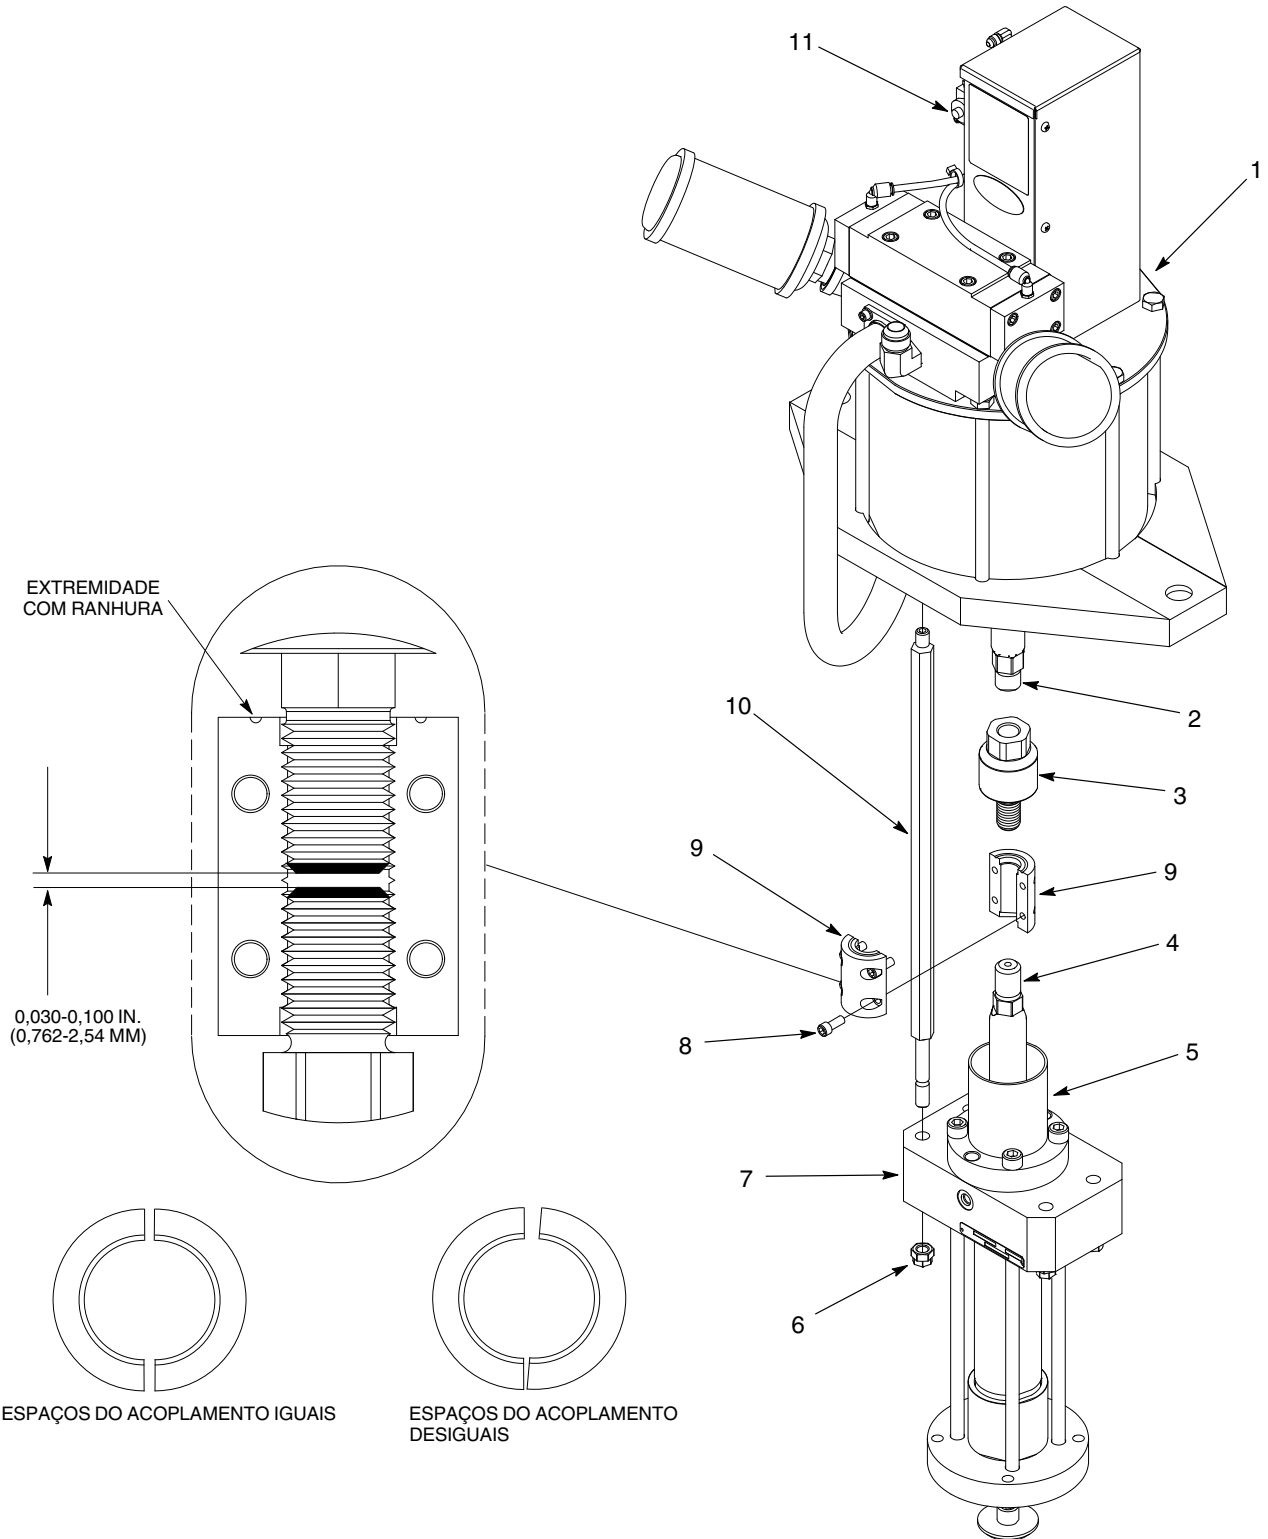

Figura 14 Montagem da bomba
1. Consulte a figura 14. Aplique cola de fixação de roscas às roscas macho da haste do motor pneumático (2). Monte a haste de acoplamento flutuante (3) na haste do motor pneumático e aperte com 200-220 ft-lb (272-298 N•m).
2. Monte as hastes de ligação (10) no motor pneumático (1) e aperte com 60-65 ft-lb (81,5-88 N•m).
3. Monte a seção hidráulica (7) nas hastes de ligação (10) utilizando as porcas (6). Aperte as porcas com 60-65 ft-lb (81,5-88 N•m).
4. Monte a câmara de solvente (5) na seção hidráulica (7).